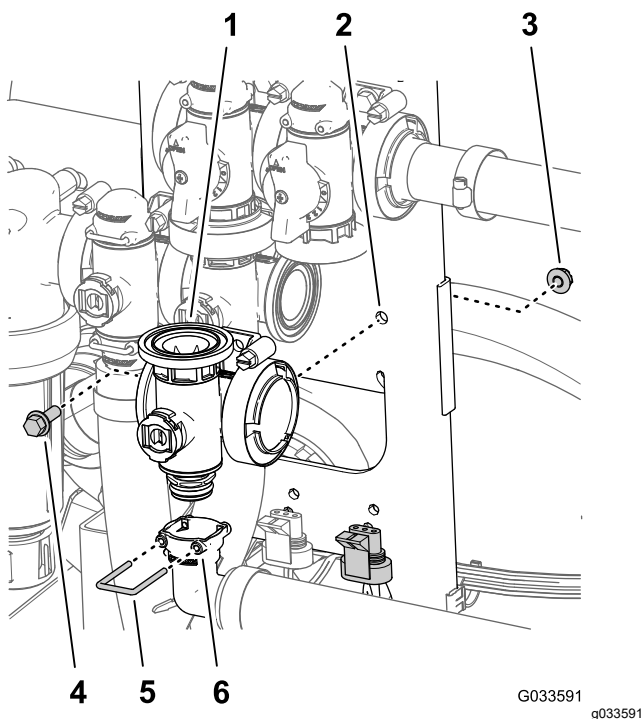

Figura 130
- Monte el conector de salida de 90° en el acoplamiento inferior del distribuidor de la válvula maestra (Figura 130).
- Sujete el conector de salida al acoplamiento insertando una horquilla de retención en el alojamiento del conector de salida (Figura 130).